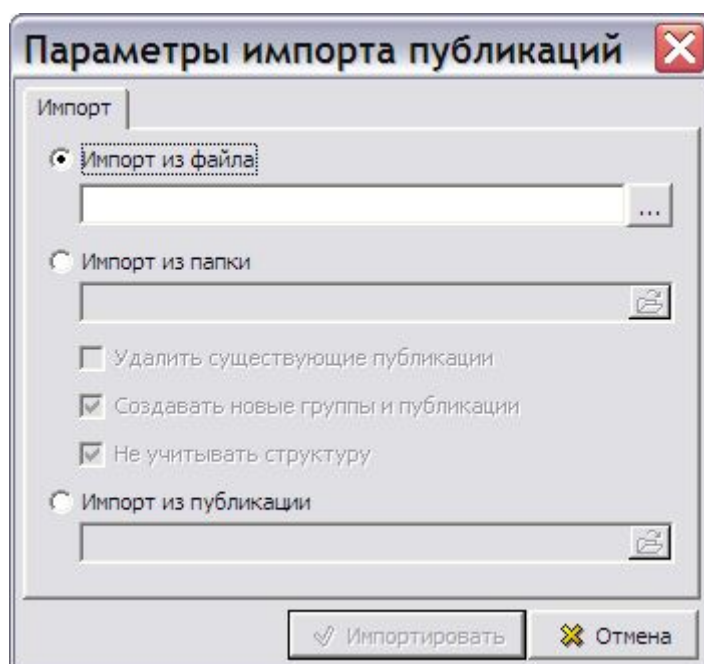

Рис. 8.68
1. В окне **Управление информационными наборами и публикациями** нажмите на кнопку **Импорт** . При этом появится окно **Параметры импорта публикаций** (Рис. 8.68).